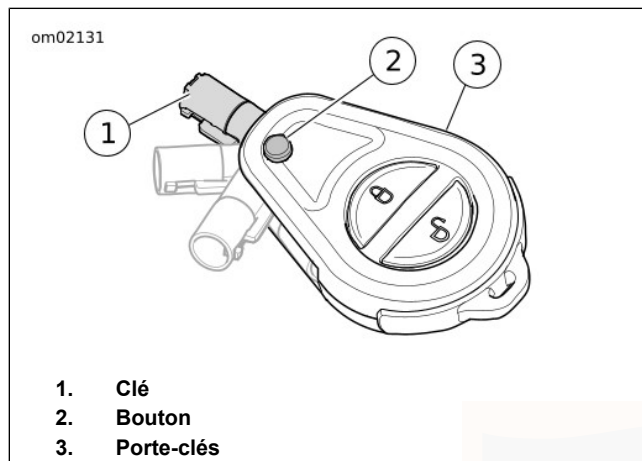

Figure 19. Fonctionnement de la clé
Déployer la clé : voir Figure 19 . Appuyer sur le bouton (2) pour déployer la clé.